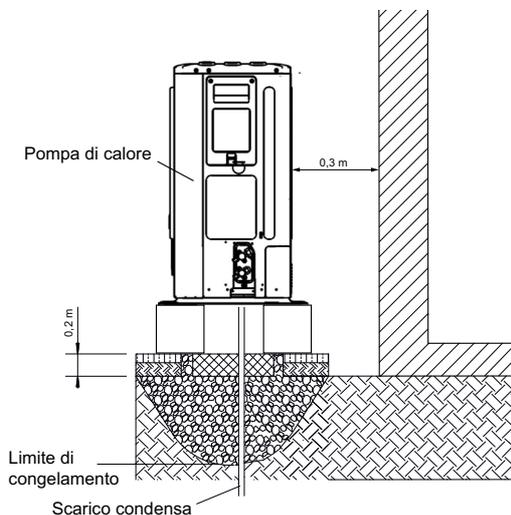
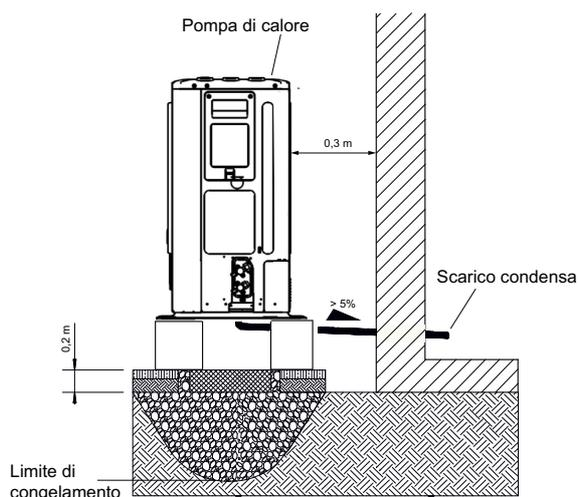

Abb. 5.2
Abb. 5.3
- Si consiglia di montare l'unità esterna vicino alla parete su fondamenta separate dall'edificio, mantenendo una distanza di almeno 0,3 m sul lato di aspirazione (Fig. 5.2 + Fig. 5.3).
- Rispettare le distanze minime (Fig. 5.2) indicate.